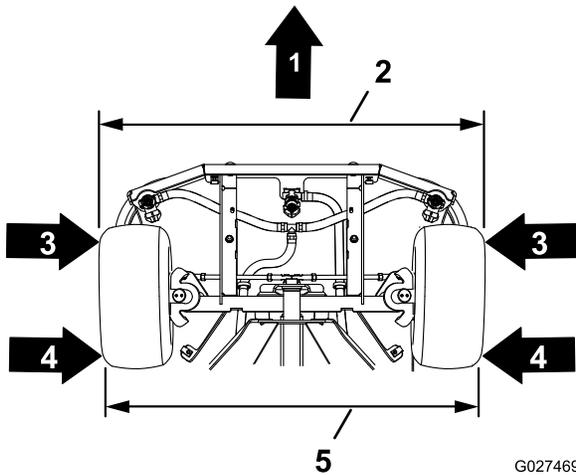

Figura 78
4. Mida la distancia entre las 2 caras delanteras de las ruedas delanteras, según se muestra en Figura 78.
5. Mida la distancia entre las 2 caras traseras de las ruedas delanteras, según se muestra en Figura 78.